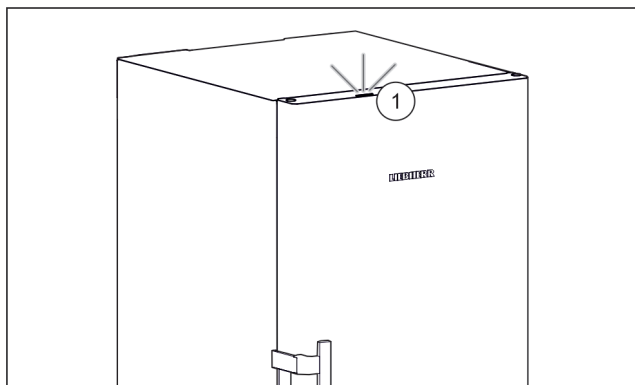

Fig. 33 Aktives Statuslicht bei geschlossener Tür
- Statuslicht Fig. 33 (1) ist aktiviert.